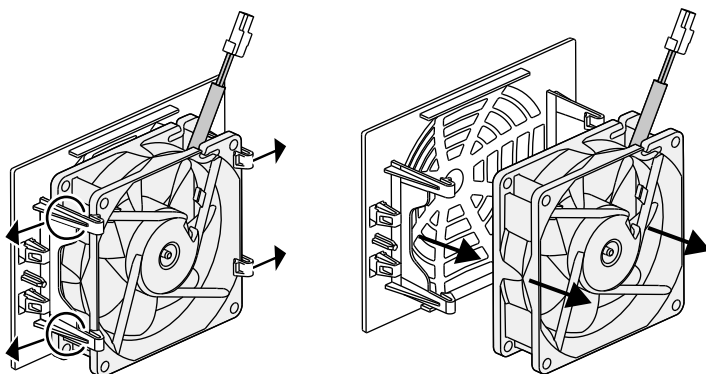

Fig. 63: Afmontering ventilatorgitter
5. Ventilatoren kan derudover trækkes ud af ventilatorgitteret. Tryk fastgørelseslaskerne en smule udad, og træk ventilatoren ud. ➤ Fig. 63